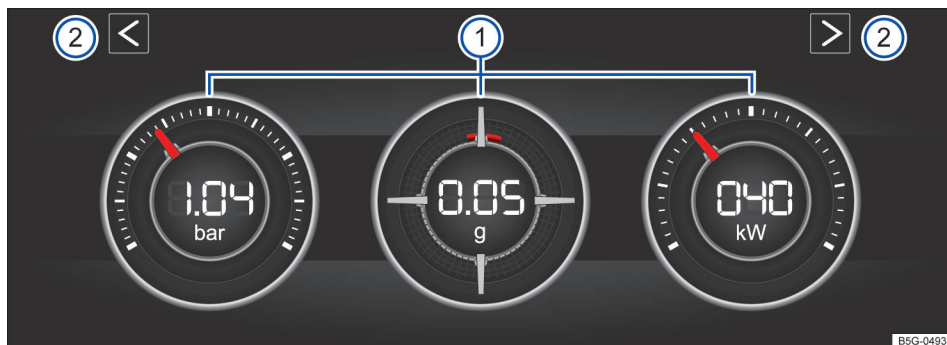
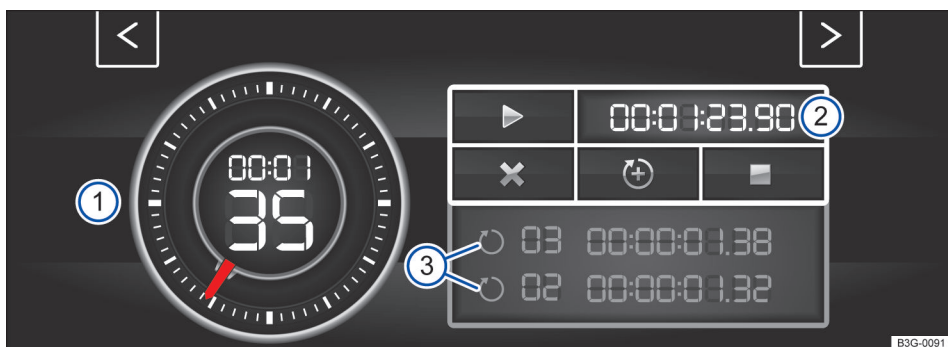
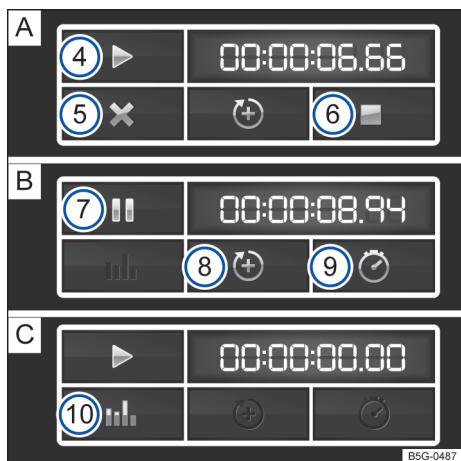

Fig. 27 Na tela do sistema Infotainment: módulo de potência.
Fig. 28 No display do sistema Infotainment: Laptimer com cronômetro, superfície de função e tempos de voltas. ▶
Fig. 29 Superfície de função no display do sistema Infotainment: medição do tempo na volta **A** parada, **B** em execução e **C** concluída.
Legenda para Fig. 27
Se você desejar alternar entre o módulo de potência e o Laptimer → Página 38 tocar em uma das teclas de seta à esquerda e à direita acima dos instrumentos em → Fig. 27 ②.
O display pode exibir, no máximo, 3 instrumentos simultaneamente. Cada um dos instrumentos pode ser selecionado para cada uma das áreas de exibição → Fig. 27 ① (esquerda, central, direita).
- **Indicação da pressão de carga:** a indicação da pressão de carga → Fig. 27 ① (à esquerda) exibe a pressão no circuito do ar de sobrealimentação entre o turbocompressor e o motor (na unidade "bar"). Quanto mais o ponteiro ficar à direita na escala, maior será a potência que o motor desprenderá.
- **Medidor de aceleração (G-Meter):** o medidor da aceleração (G-Meter) → Fig. 27 ① (central) indica na área central o valor da aceleração (na unidade "g"). A marcação vermelha na área disposta em tela indica a intensidade da aceleração e a direção da força que atua (conforme os princípios físicos contrários). Se você, por exemplo, conduzir para a esquerda, a marcação vermelha do instrumento se moverá na área direita do instrumento (e vice-versa). Ao acelerar, a marcação vermelha se moverá para baixo. Ao frear, a marcação vermelha se moverá para cima. A intensidade da aceleração é indicada pela posição da marcação vermelha de dentro para fora. Se a aceleração aumenta, a marcação vermelha é excluída da área central. ▶
- **Indicação de potência:** a indicação de potência → Fig. 27 ① (à direita) exibe a potência do motor atualmente utilizada como valor digital e na escala adjacente (em kW).
Legenda para **Fig. 28** e **Fig. 29**
Iniciar e continuar com a medição do tempo	Tocar a superfície de função para iniciar ou continuar ▶ → Fig. 29 A ④. Com a ignição desligada, não é possível nenhuma medição de tempo. É exibida uma mensagem no display. Pressionar Iniciar , para iniciar a medição do tempo. A medição do tempo inicia-se automaticamente, assim que o veículo se movimenta para frente. Se os dados forem restaurados na estatística, uma nova primeira volta pode ser iniciada.
Finalizar a medição do tempo	Tocar a superfície de função para finalizar ■ → Fig. 29 A ⑥.
Manter a medição do tempo	Tocar a superfície de função para pausar → Fig. 29 B ⑦.
- ⑦ Manter a medição do tempo.
- ⑧ Iniciar a nova volta.
- ⑨ Indicar tempo intermediário.
- ⑩ Indicar estatística.
- No módulo de potência, tocar em uma das teclas de setas → **Fig. 27** ② para ir para o Laptimer.
Com as teclas de seta → **Fig. 27** ② ou → **Fig. 28** você pode alterar a qualquer momento entre Laptimer e módulo de potência.
Iniciar a nova volta	<p>Tocar a superfície de função para adicionar uma nova volta → Fig. 29 B ⑧.</p> <p>O último tempo da volta é salvo e uma nova volta é iniciada. O tempo total das voltas é indicado na estatística.</p>
Cancelar a volta atual	<p>Tocar a superfície de função para cancelar → Fig. 29 A ⑤.</p> <p>Com uma medição de tempo em execução, tocar a superfície de função para pausar II B ⑦. A medição do tempo é cancelada e o tempo da curva é apagado. É exibido --: --:--.-- na estatística.</p>
Indicar tempo intermediário	<p>Tocar a superfície de função para o tempo intermediário T → Fig. 29 B ⑨. O cronômetro → Fig. 28 ① para por alguns segundos e o tempo intermediário é indicado.</p>
Indicar estatística	<p>Após a finalização ou o cancelamento da medição do tempo, tocar a superfície de função para a estatística → Fig. 29 C ⑩.</p> <p>A estatística indica o número de voltas, o tempo total, a volta mais rápida e a mais lenta, o valor médio de todos os tempos das voltas e todos os valores das voltas.</p> <p>Ao tocar a superfície de função (↔), você alterna para o menu anterior.</p>
Restaurar os dados da estatística	<p>Tocar a superfície de função para a estatística → Fig. 29 C ⑩. Excluir os dados, tocando a superfície de função Restaurar.</p>